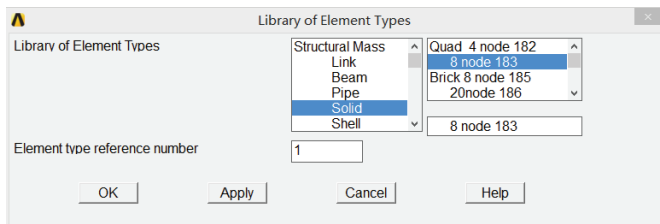

图 5-63 单元类型列表对话框
1) 选择 Main Menu | Preprocessor | Element Type | Add/Edit/Delete 命令,出现 Element Types 对话框,单击 Add 按钮,出现 Library of Element Types 对话框,在 Library of Element Types 列表框中选择 Structural Solid, Quad 8 node 183,在 Element type reference number 输入栏中输入 1,如图 5-63 所示。